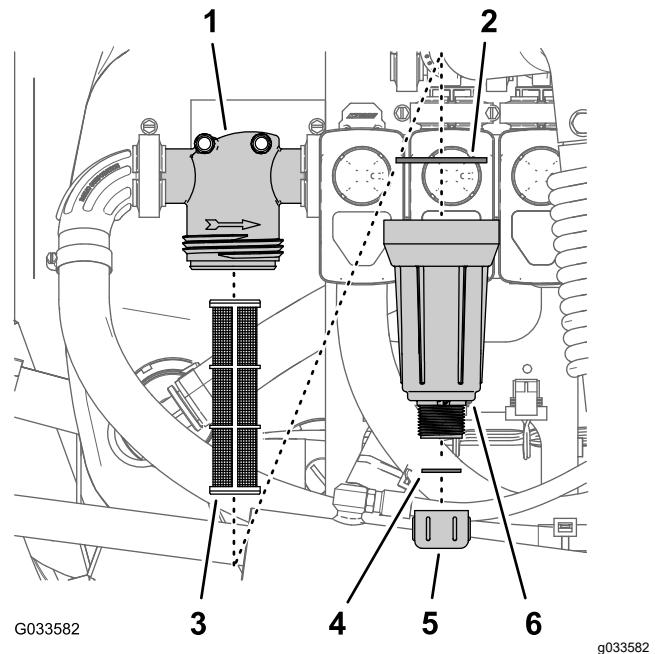

Figure 96
3. Tournez le bouchon de vidange dans le sens antihoraire et déposez-le de la cuvette du filtre de pression (Figure 96).
4. Tournez la cuvette dans le sens antihoraire et déposez la tête du filtre (Figure 96).
5. Retirez l'élément du filtre de pression (Figure 96).
7. Contrôlez l'état et l'usure du joint du bouchon de vidange (à l'intérieur de la cuvette) et du joint de la cuvette (à l'intérieur de la tête du filtre) (Figure 96).
8. Placez l'élément dans la tête du filtre de pression (Figure 96).
9. Vissez la cuvette sur la tête du filtre à la main (Figure 96).
2. Placez un bac de vidange sous le filtre de pression (Figure 96).
- Vissez le bouchon de vidange sur le raccord au fond de la cuvette et serrez-le à la main (Figure 96).